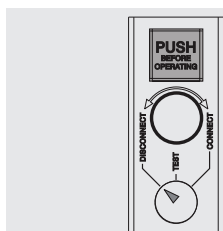

Figure 60
- disjoncteur en position débrogé (voir Figure 60).